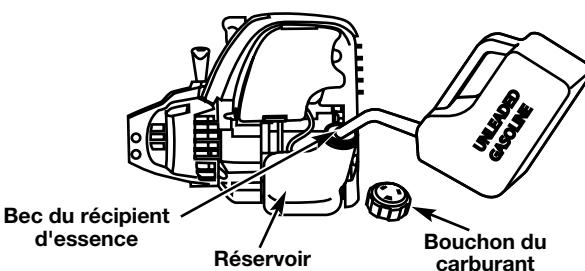

Fig. 18
- Versez tout le contenu de la bouteille d'huile dans le carter-moteur (Fig. 18).
- Déposez le bouchon à essence (Fig. 18).
- Placez le bec du récipient d'essence dans l'orifice du réservoir (Fig. 18) et remplissez celui-ci.